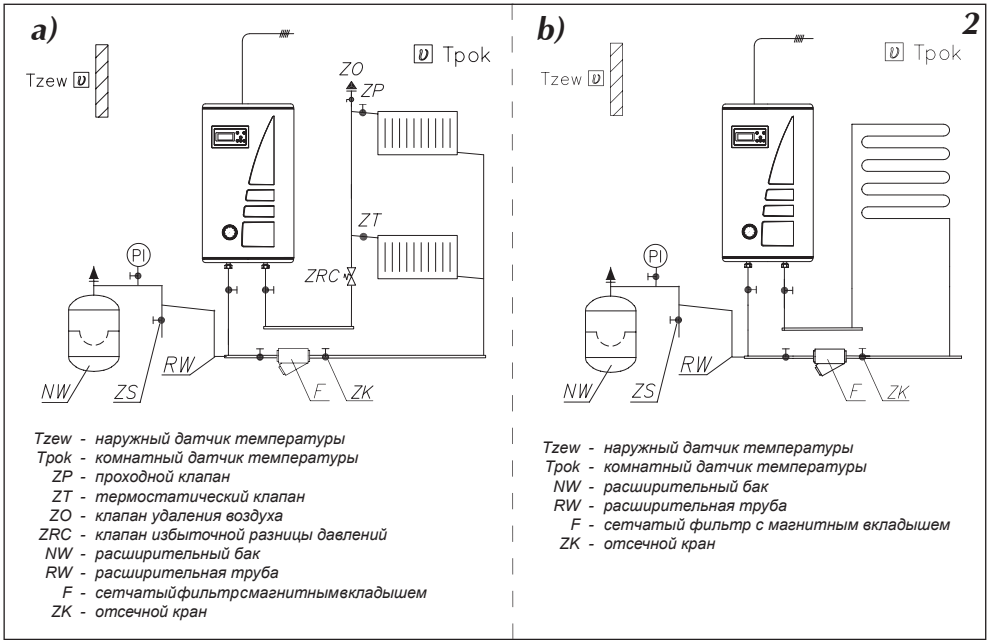
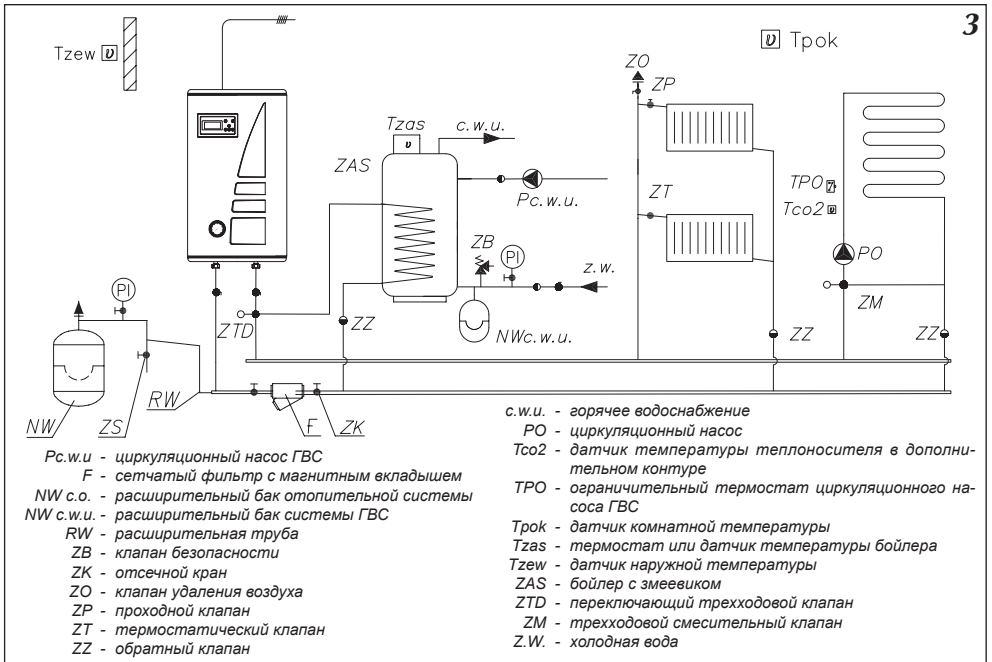
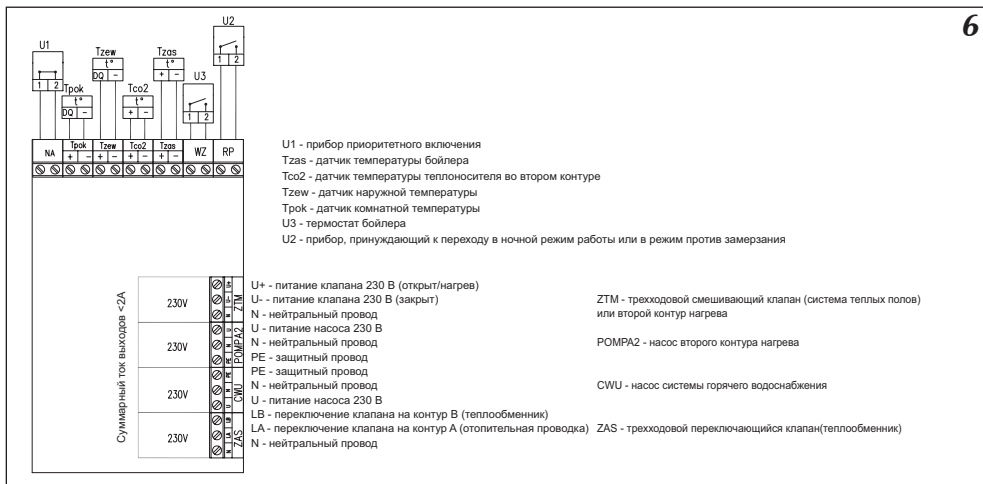

Рис.2 Примерная схема отопительной системы
Рис.3 Примерная схема отопительной системы – радиаторы, обогрев теплых полов, бойлер ГВС.
Рис.6 Подключение наружных устройств к плате ZIO.
2. Подключить котел к отопительной проводке, оснащенной отсечными кранами (рис.2 и рис.3).
- на модуле ZIO замкнуты клеммы NA (см. рис. 6),
К котлу ЕКСО.М1z можно подключить, в зависимости от потребности, ряд дополнительных приборов или необходимых датчиков (рис. 6).
К котлу ЕКСО.М можно подключить прибор приоритетного включения – например проточный водонагреватель (рис.6), который будет выключать нагрев котла. Это решение используется с целью ограничения потребления максимальной мощности. Приоритетный прибор должен иметь выход сигнального управления. **Прибор приоритетного включения подключается при помощи провода (напр. LIYY 2x0,14) к клеммам „NA” на плате ZIO. На клеммы „NA” запрещается подавать какое-либо напряжение! Перед подключением приоритетного прибора следует проверить имеет ли он выход сигнального управления. Если приоритетный прибор может управлять только сигналом напряжения, следует использовать соответствующее реле. Неиспользуемые клеммы NA следует оставить в замкнутом состоянии!**
Из этих двух способов можно выбрать один при помощи соответственной установки в сервисном меню. Способ подключения клемм термостата и датчика температуры в теплообменнике представлен на рис.6.
На электронном модуле рис.6 имеются клеммы ZAS. На клемму LB подается напряжение 230В в случае, если есть необходимость нагрева воды в теплообменнике. На клемму LA подается напряжение 230В в случае, если котел греет теплоноситель в отопительной проводке. К этим клеммам можно подключить трехходовой клапан, который будет переключать отопительный контур на запитку теплообменника. В случае запитки теплообменника температура теплоносителя стандартно устанавливается на уровне 80°С. Эту величину можно изменить в сервисном меню. Одним из рекомендованных компаний Kospel трехходовых клапанов является клапан VCZMH6000E с серводвигателем VC6012ZZ00 и кабелем 45900445-013В. Управление этим клапаном осуществляется подачей сетевого напряжения 230В~ на один из двух проводов – коричневый или черный. Синий провод следует подключить к нейтральному проводу сети питания. Подача питания на коричневый провод приведет к переключению клапана в положение, при котором открывается проход между входом "AB" и выходом "B". Подача питания на черный провод приведет к переключению клапана в положение, при котором открывается проход между входом "AB" и выходом "A". Обозначение входа "AB" и выходов "A", "B" нанесено на клапан.
На рис. 6 представлен способ подключения трехходового клапана к котлу. Принято, что выход горячего теплоносителя из котла подключен к входу „АВ” переключающегося клапана а выходы А и В служат соответственно для:
- Коричневый провод кабеля 45900445-013В подключить к клемме LB согласно рис. 6.
- Синий провод кабеля 45900445-013В подключить к клемме „N” согласно рис. 6.
Котел ЕКСО.М1z может управлять насосом системы горячего водоснабжения. Управление основано на включении или выключении этого насоса в зависимости от установленной суточной программы. Таким образом насос можно отключить, например на ночь. Насос подключается к плате ZIO согласно рис.6. Напряжение питания насоса – 230В.
Разъем ZTM на плате ZIO22 рис.6 служит для подключения смесительного клапана запитки второго контура (рис.3 кран ZM). Этот контур должен быть приспособлен для запитки более низкими температурами чем в отопительной системе. Например, если отопительный контур запитывается температурой 85°C (см „Сервисное меню” параметры WChG,WChG2, Tcomax и Tc2max), второй контур может служить для запитки системы Теплый пол максимальной температурой 60°C. В этом случае следует помнить о установке дополнительной защитной арматуры, предохраняющей от появления слишком высокой температуры во втором контуре. Для измерения температуры во втором контуре используется датчик типа WE-008.
На плате ZIO рис.6 имеется разъем RP, замыкание которого приводит к переходу котла в режим работы против замерзания или в ночной режим работы. Выбор одного из этих режимов осуществляется в сервисном меню. Также как и на разъем NA, на него нельзя подавать напряжение!